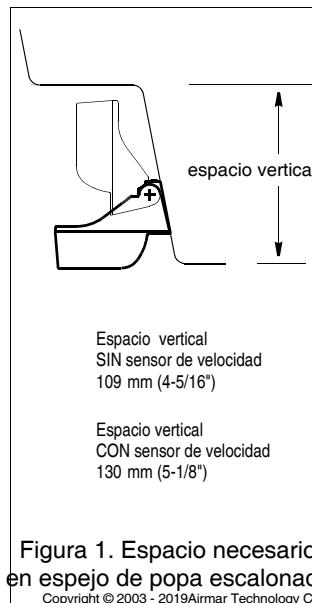

Figura 1. Espacio necesario en espejo de popa escalonado
- Prever un espacio vertical suficiente por encima de la fijación para que el soporte pueda pivotar y subir el sensor (Figura 1).
- **Espejo de popa escalonado**—Montar el sensor en el escalón más bajo, siempre que haya altura suficiente para que el soporte pivote (figura 1).